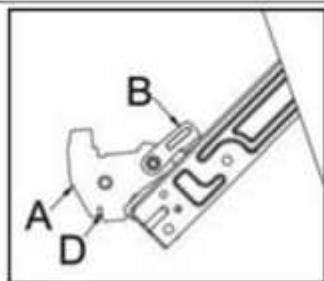

Рис. 11-1
- Полностью откройте дверь и поднимите 2 рычага «В» (рис.11-1);